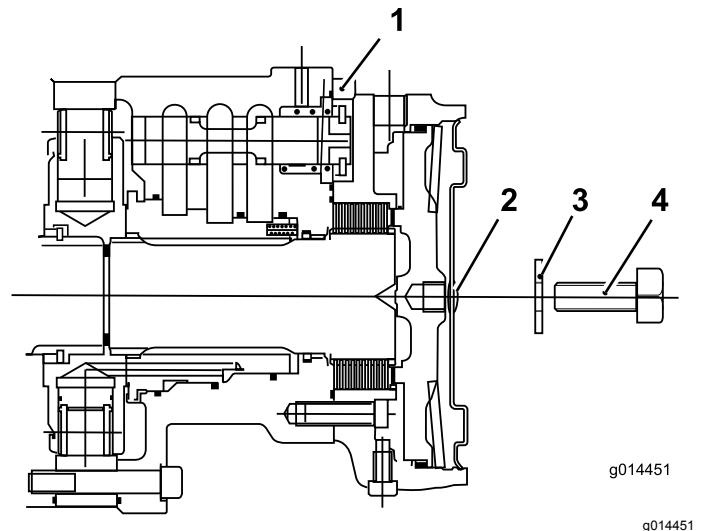

Bild 38
- C. Montieren Sie die Sechskantschraube an die Motorendplatte (Bild 38).